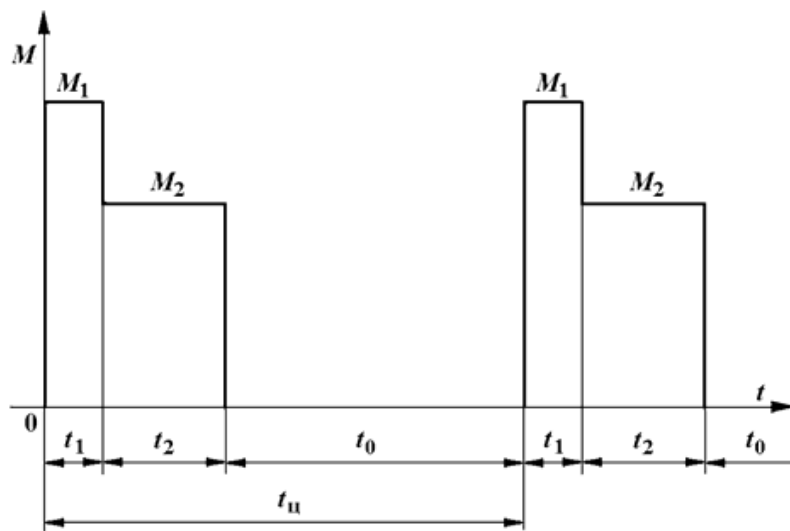

Рис.4. Диаграмма повторно-кратковременного режима
**Задача 12.** Проверить по методу эквивалентного момента двигатель привода повторно-кратковременного режима работы по нагрузочной диаграмме, приведенной на рис.4. Данные привода:  $P_{\text{вст}} = 25 \%$ ;  $P_{\text{н}} = 2$  кВт,  $\omega_{\text{н}} = 100$  рад/с,  $M_{\text{н}} = 20$  Нм;  $t_1 = 5$  с;  $M_1 = 25$  Нм;  $t_2 = 10$  с;  $M_2 = 17$  Нм;  $t_0 = 35$  с;  $t_{\text{ц}} = 50$  с.